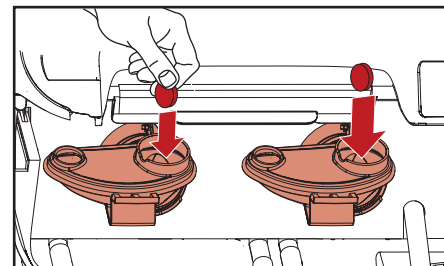

Abb. 5.6 - Legen Rinza Reinigungstablette in
4. Legen Sie eine Rinza Reinigungstablette in beide Anmischbecher ein (Abb. 5.6).
- h. Legen Sie eine Rinza Reinigungstablette in beide Anmischbecher (Abb. 5.6).